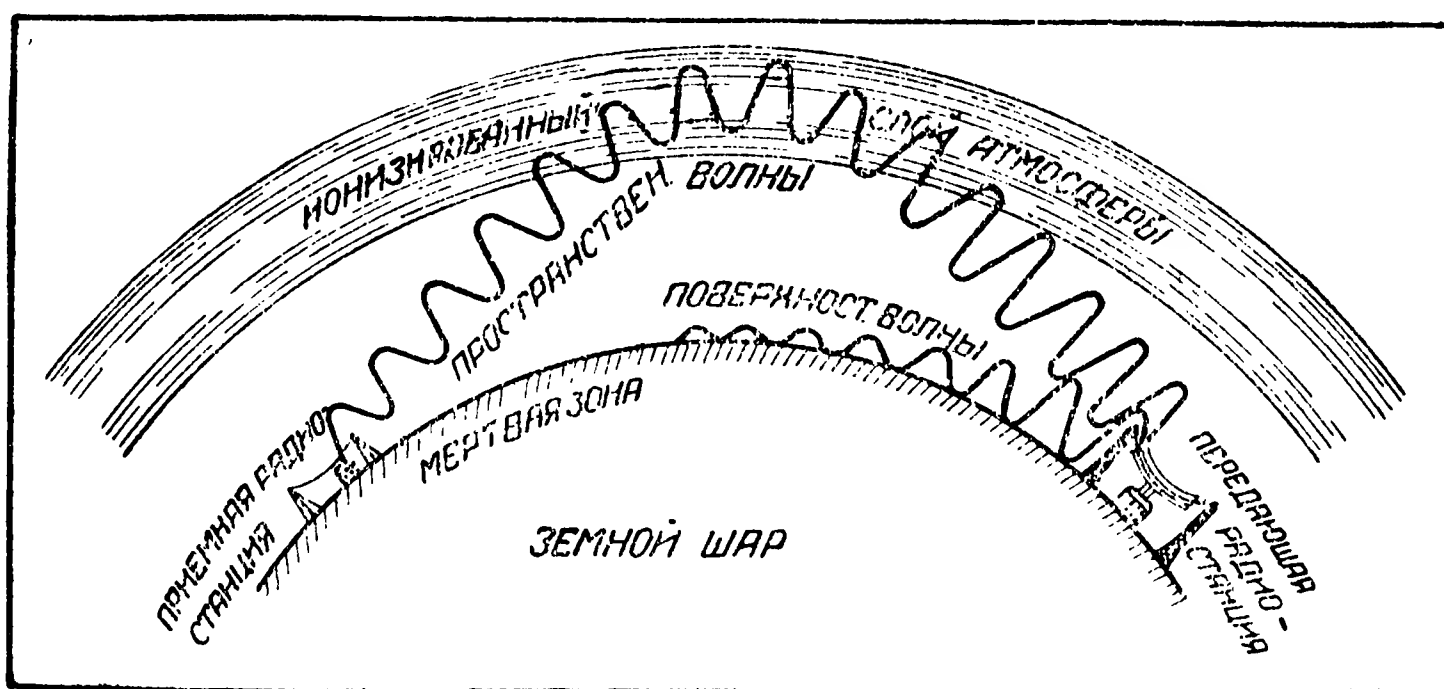

Рис. 6
4. Короткие волны сильно поглощаются землей. Поэтому короткие волны, распространяющиеся вдоль земной поверхности (поверхностные волны), быстро затухают. Однако в распространении коротких волн имеется одно замечательное свойство. Свойство это заключается в том, что короткие волны, излученные антенной вверх под некоторым углом к земной поверхности, встречаются высоко над землей ионизированные слои атмосферы, отражаются от них и падают на землю на очень значительных расстояниях от передатчика (рис. 6).